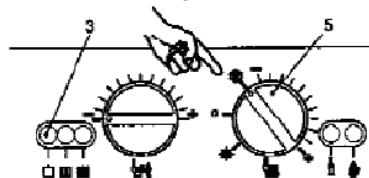

fig. 2.2
- Alimentam electricamente a caldeira ligando o interruptor bipolar previsto na instalação; a lâmpada de sinalização 3 na fig. 2.2 faz um breve lampejo cerca de cada 4 segundos.
- Rodem o selector 5 como na fig. 2.2; a lâmpada de sinalização 3 lampeja com intermitência aproximadamente cada segundo.